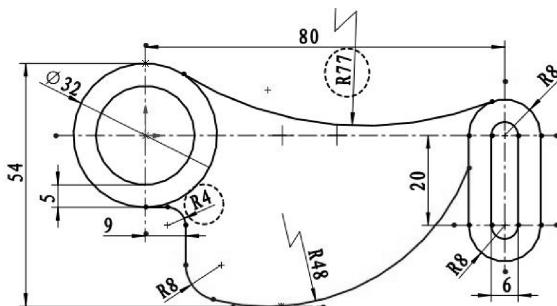

图 2-121 绘制圆角与圆弧
- 单击【三点圆弧】按钮 $\text{圆弧}$ ，创建第二段连接线段圆弧曲线（圆半径 R77），两端与相接圆分别相切，如图 2-121 所示。